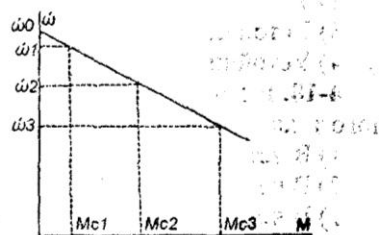

Рис. 97
**4-14.** При уменьшении момента сопротивления  $M_{C2}$  до величины  $M_{C1}$  (рис. 97) угловая скорость вращения электродвигателя: